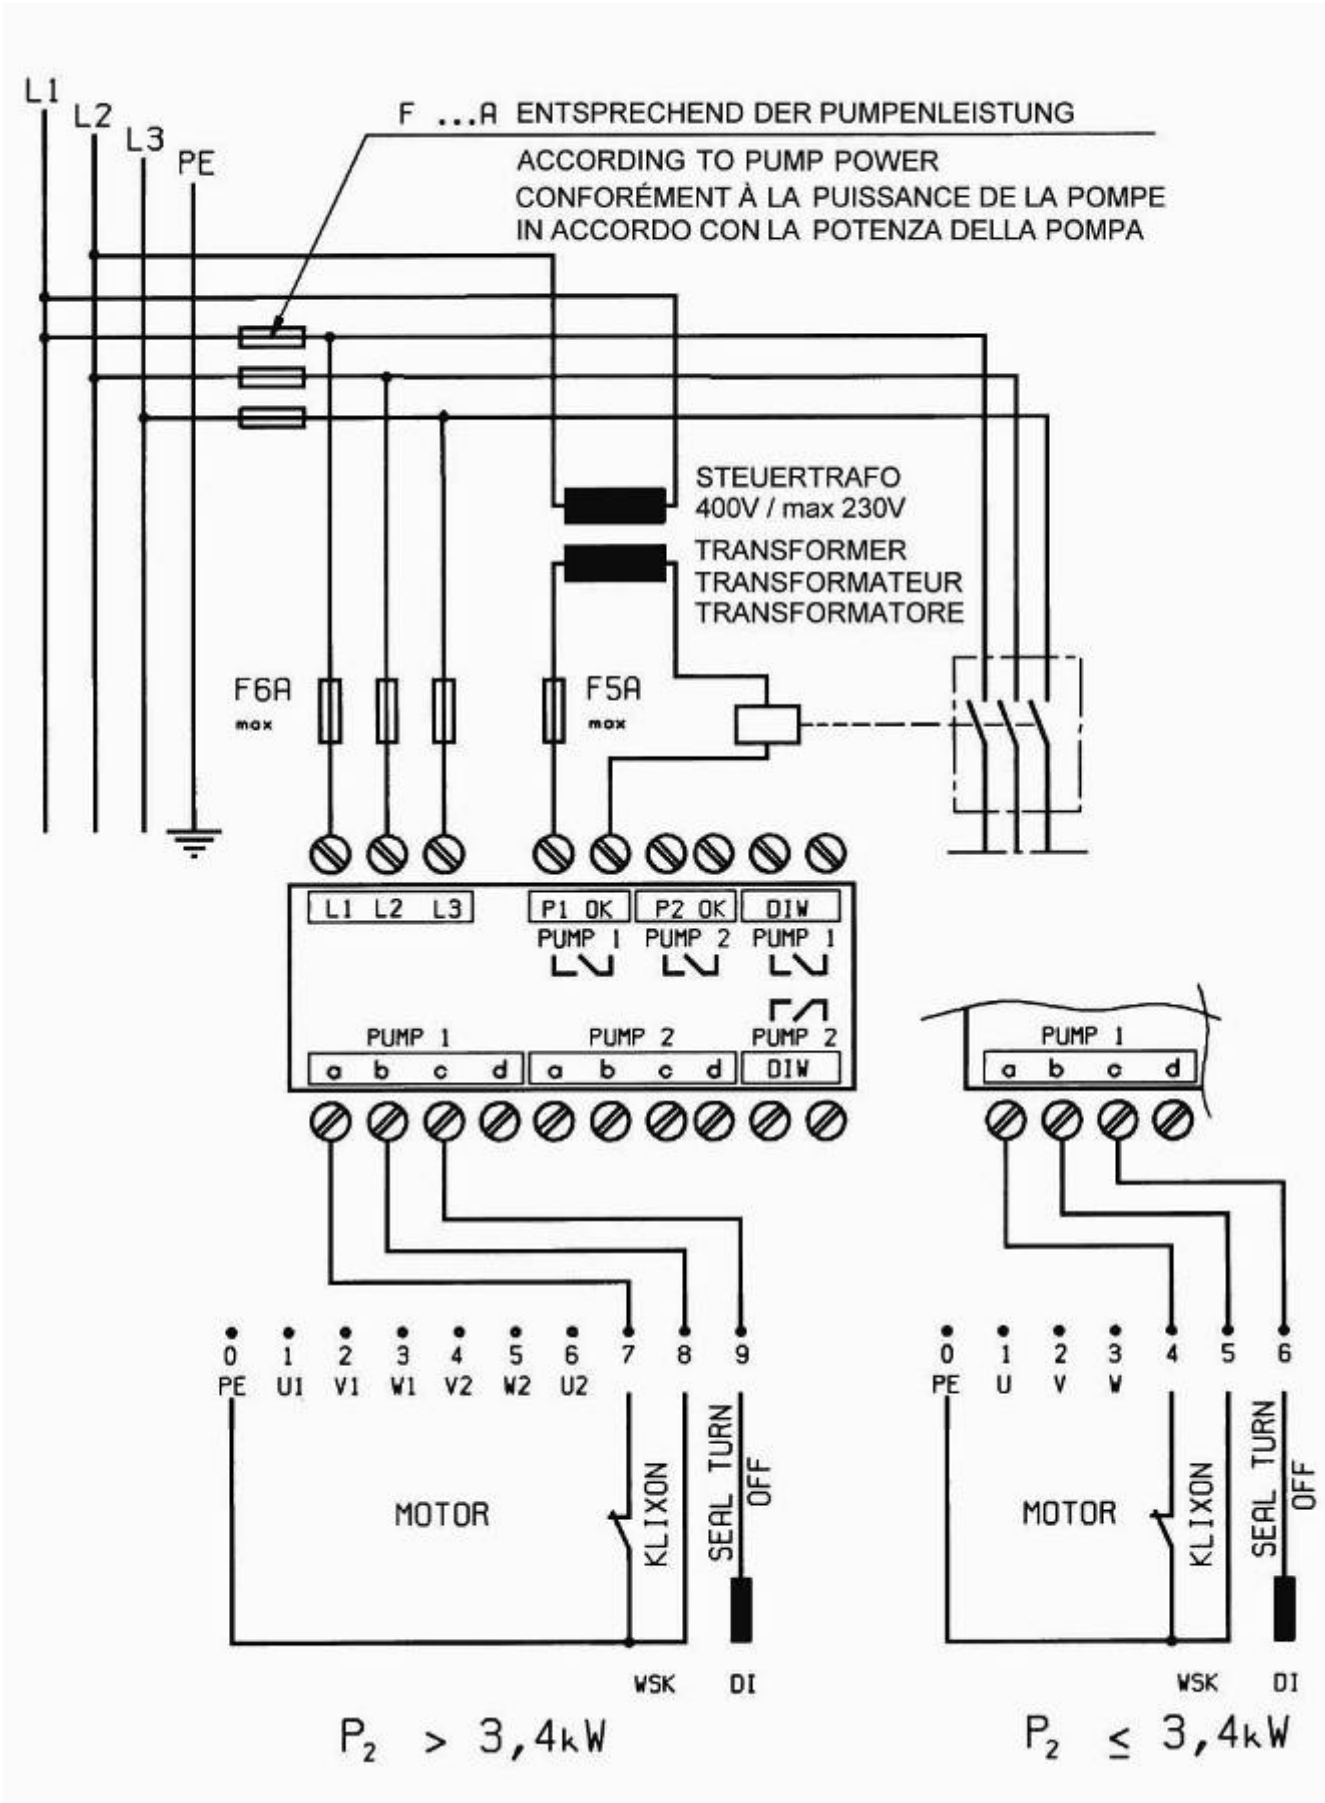

Рис. 4
- подключение клеммной колодки производится согласно схеме электрических подключений (Рис.3 "с нейтралью N") или (Рис.4 "без нейтрали N"):